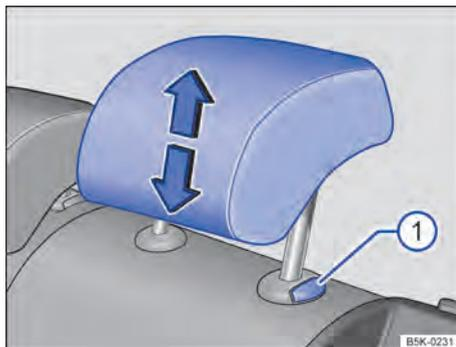

Fig. 49 Ajustar o apoio para cabeça traseiro.
- Empurrar o apoio para a cabeça para cima na direção da seta ou para baixo com o botão ⇒ Fig. 49 ① pressionado ⇒ .